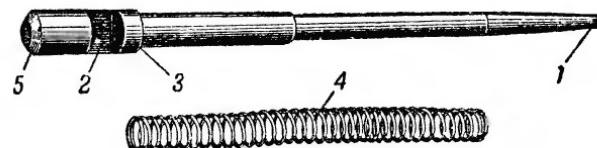

Рис. 25. Ударник с пружиной:
**26. Ударник** (рис. 25) служит для воспламенения патрона. Он имеет: **боек**, наносящий удар по капсюлю; **п о п е р е ч н ы й в и с т у п**, через который проходит штифт; **в и с т у п** для упора конца пружины и **з а д н и й з а-**